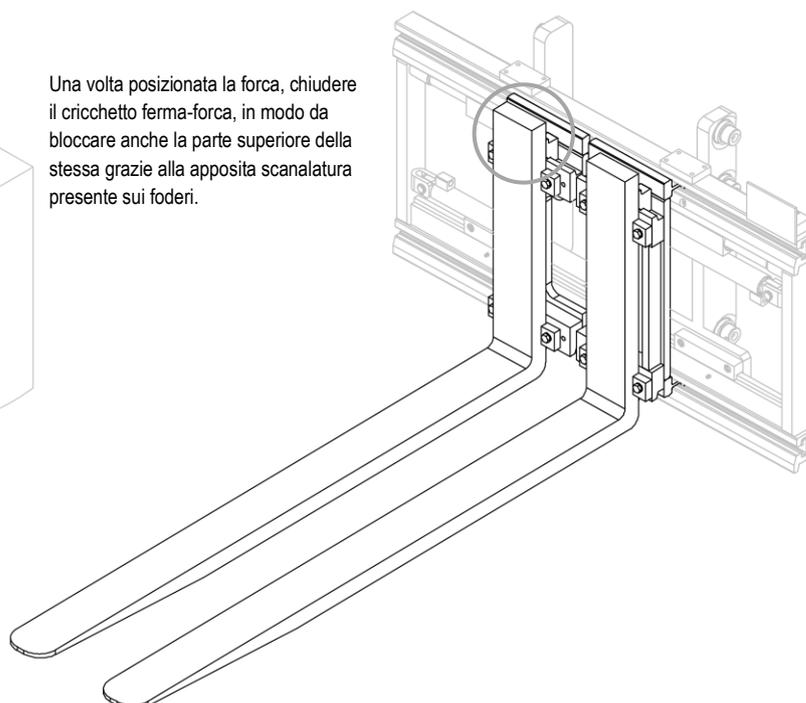

Figura 14
3. Dopo aver installato le forche, riposizionare i fermi forca nella posizione più opportuna (vedi *Figura 14*).